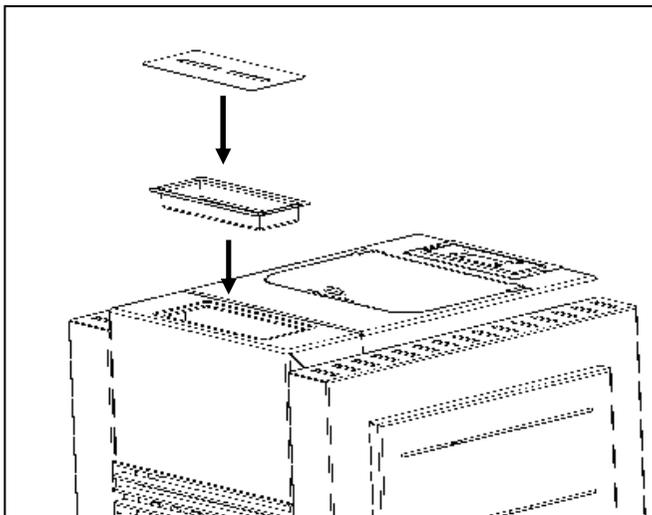

Figura 69 – Ponendo l'attrezzatura umidificatore
v) Per completare il montaggio dell'attrezzatura, immettere l'umidificatore (7) e la rispettiva calotta (8) la sequenza mostrata in Figura 69, nella parte superiore della finitura superiore anteriore.